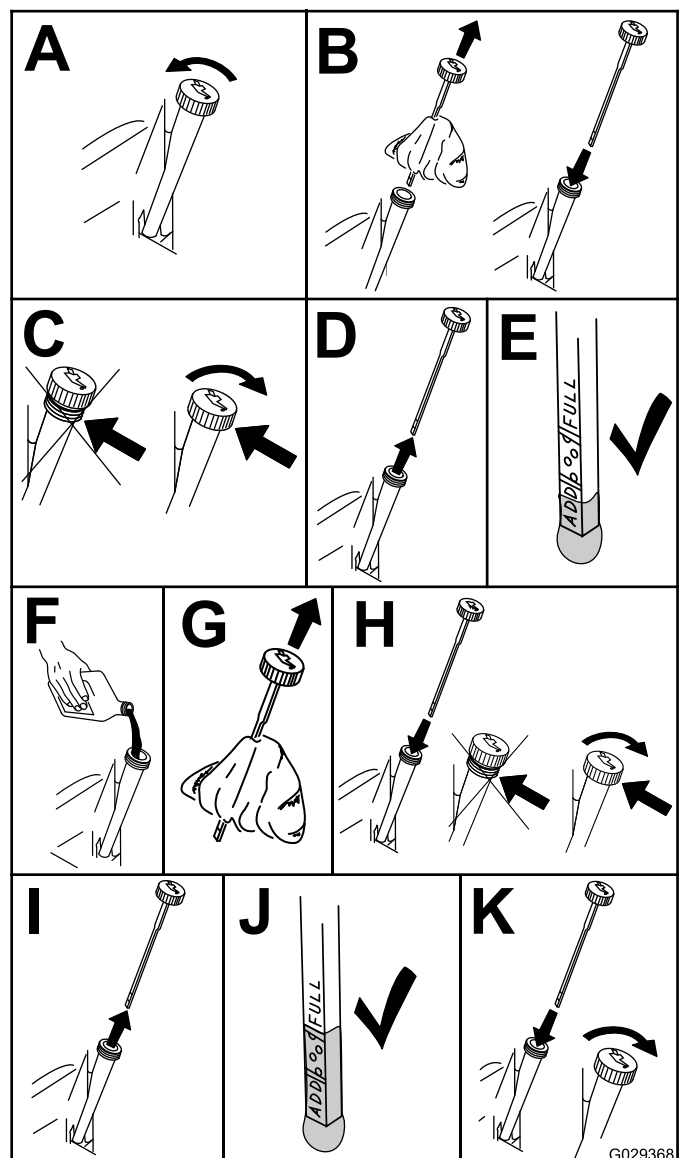

Figura 19
2. Verifique o nível de óleo do motor (Figura 19).